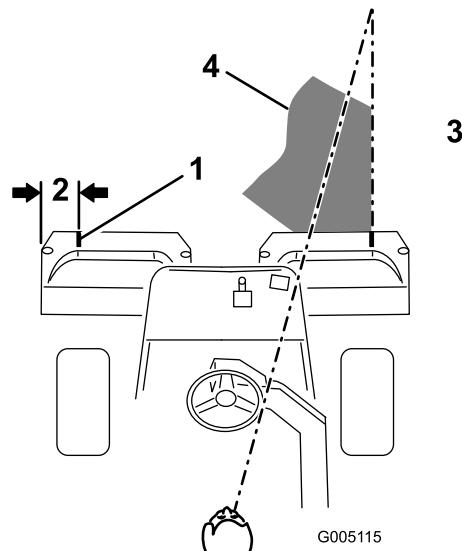
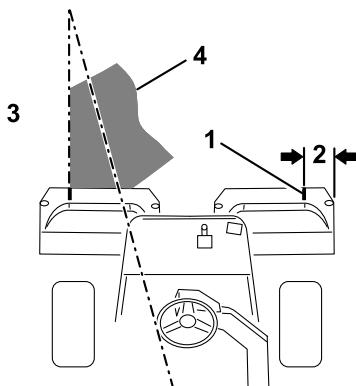

図 33
図34
- その位置に白色テープか白ペンキで集草箱の縁と平行に目印を入れる（図 33）。
3. 行きと帰りでのオーバーラップができるだけ小さくなるように運転します。隣の列との距離を一定に保って直進するには、本機の前方約2~3mを視野に捕らえておくのがポイントです(図33および図34)。ハンドルを目印にして距離を合わせても良いでしょう。その場合、ハンドルの縁と本機前方の目標ラインとを重ねて見ながら運転します(図33および図34)。